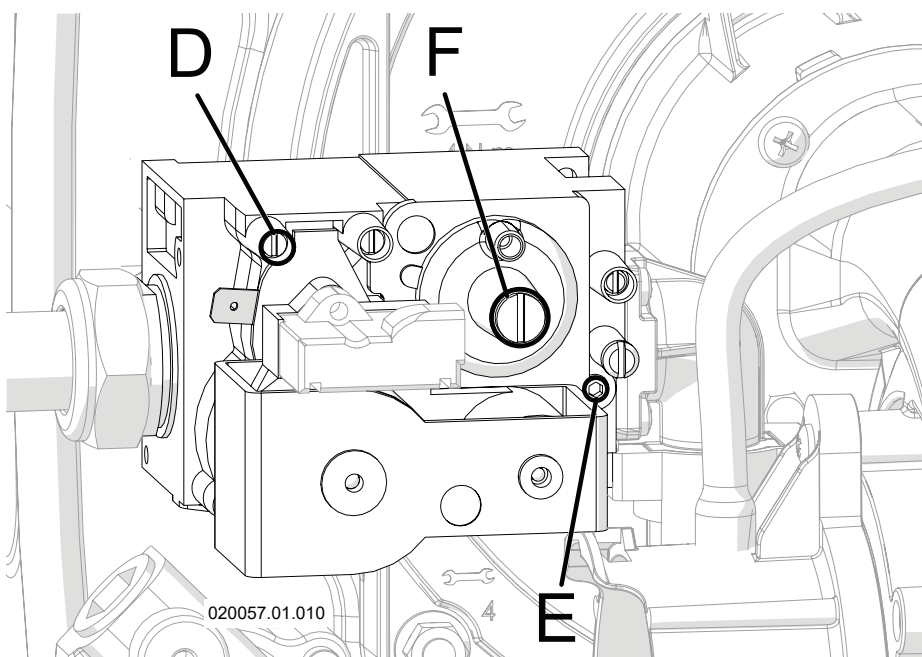

Figura 11-6 - Valvola gas
- 17.-svitare completamente in senso antiorario la vite "E" di Figura 11-6;
Legenda Figura 11-6